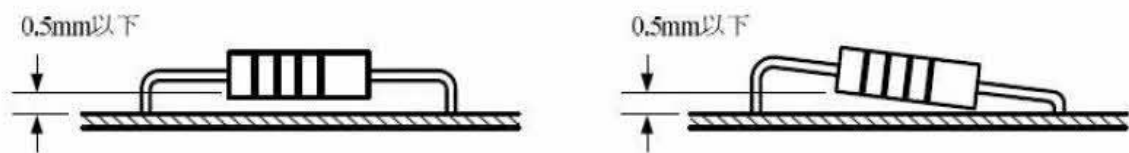

図5 部品の浮き上がり
(2) 部品の取付け方法
①炭素皮膜抵抗器、スズメッキ線は、ユニバーサル基板にほぼ密着させて取り付けること。なお、浮き上がり限界は、図5に示すとおりとする。